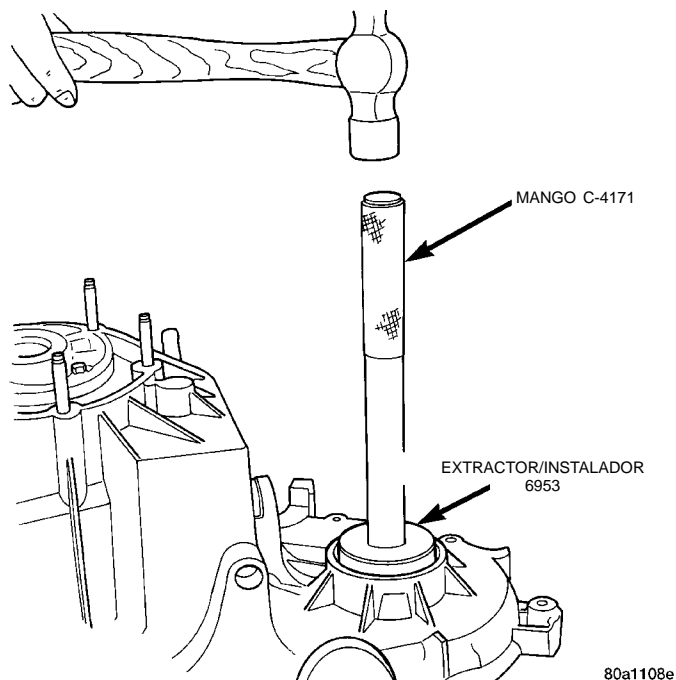

Fig. 45 Desmontaje del cojinete delantero del eje transmisor
(3) Mediante la herramienta 6953, retire el cojinete de la caja delantera (Fig. 45).
(4) Mediante la herramienta 6953, instale un nuevo cojinete.
(5) Instale el anillo de muelle para sostener el cojinete en la caja.